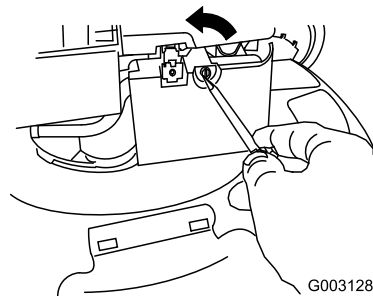

Рисунок 33
2. Используя отвертку, откройте крышку воздушного фильтра (Рисунок 33).